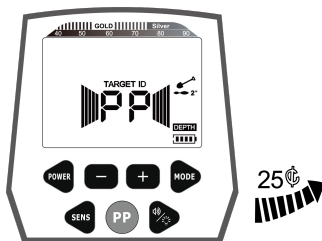

Fig.15
- b. Prenez une pièce d'argent de 25 ¢ et laissez-la s'approcher lentement de la bobine de recherche. À la position d'environ 7" à 8", la première série de curseurs d'intensité du signal commence à apparaître, le son devient plus fort et la tonalité devient plus aiguë. Continuez à déplacer la pièce d'argent de 25 ¢, le curseur d'intensité du signal se remplit rapidement, le son est plus fort, puis le curseur de profondeur indique la profondeur jusqu'à ce qu'il n'en reste plus qu'un, ce qui indique que le métal s'approche progressivement du centre de la bobine de recherche. (Voir Fig.15)